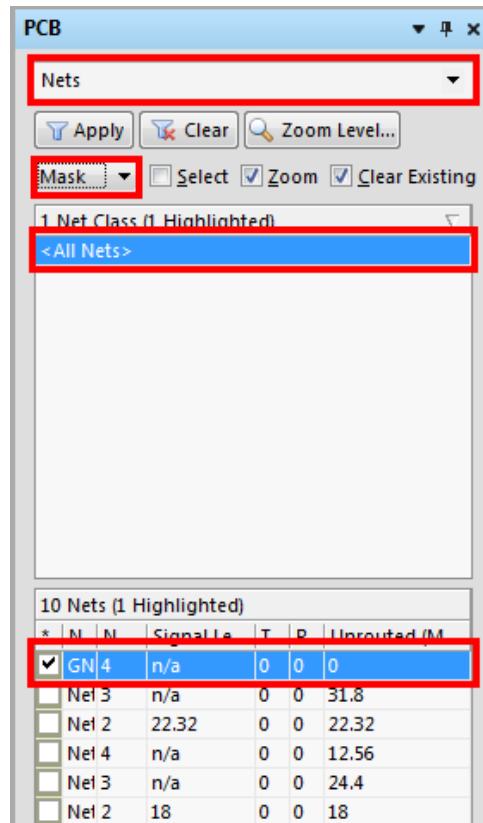

Рис. 5.18
- 3) Встановіть налаштування згідно рис. 5.18.